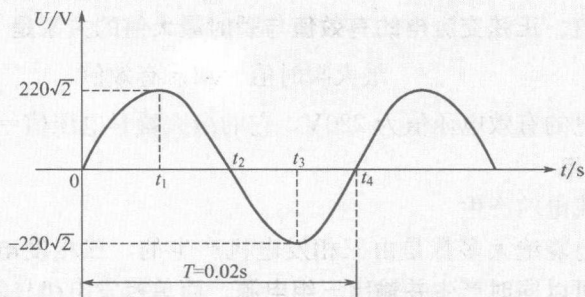

图 1-12 正弦交流电的周期、频率和瞬时值说明图
周期和频率是交流电最常用的两个概念,下面以如图 1-12 所示的正弦交流电波形图来说明。
① 周期 从图 1-12 可以看出,交流电变化过程是不断重复的,交流电重复变化一次所需的时间称为周期,周期用 T 表示,单位是秒 (s)。如图 1-12 所示交流电的周期为 $T=0.02\text{s}$,说明该交流电每隔 0.02s 就会重复变化一次。
② 频率 交流电在每秒钟内重复变化的次数称为频率,频率用 f 表示,它是周期的倒数,即
频率的单位是赫兹 (Hz)。如图 1-12 所示交流电的周期 $T=0.02\text{s}$,那么它的频率 $f=1/T=1/0.02=50\text{Hz}$,该交流电的频率 $f=50\text{Hz}$,说明在 1s 内交流电能重复 $0\sim t_4$ 这个过程 50 次。交流电变化越快,变化一次所需要时间越短,周期就越短,频率就越高。
(3) 瞬时值和有效值
① 瞬时值 交流电的大小和方向是不断变化的,交流电在某一时刻的值称为交流电在该时刻的瞬时值。以如图 1-12 所示的交流电压为例,它在 t_1 时刻的瞬时值为 $220\sqrt{2}\text{V}$ (约为 311V),该值为最大瞬时值,在 t_2 时刻瞬时值为 0V ,该值为最小瞬时值。